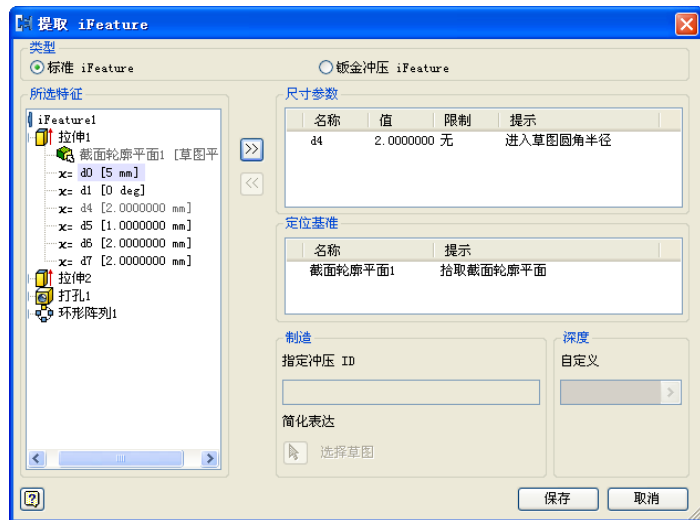

图 3-93 修改特征参数
(3) 双击左侧窗口中的尺寸，或选中某个尺寸然后单击  按钮，则该尺寸会加入到右侧的【尺寸参数】窗口中，可选择部分尺寸或全部尺寸，如图 3-93 所示。如果要去除某个已经加
(5)在创建 iFeature 时,为了在以后更加方便容易的重用 iFeature,一定要考虑到以下几点:使用易于理解的参数名。在图 3-93 中可看到原始的尺寸名称都是类似 d4 的名称。
如果要修改某个特征的参数,可在如图 3-93 所示的对话框的【尺寸参数】窗口中,单击某个尺寸的某个具体项目如名称、值、限制和提示,则选中的项目处于可编辑的状态,用户可根据具体情况自己修改尺寸各个项目。然后单击【保存】按钮就可保存 iFeature 文件。当 iFeature 创建并且保存了以后,就可在其他的零件设计中重用该 iFeature,下面讲述如何放置 iFeature。